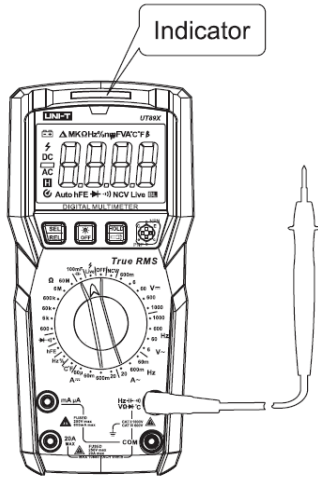

Рисунок 13
9.11 Контактный фазометр (только UT89X) (Рисунок 13)